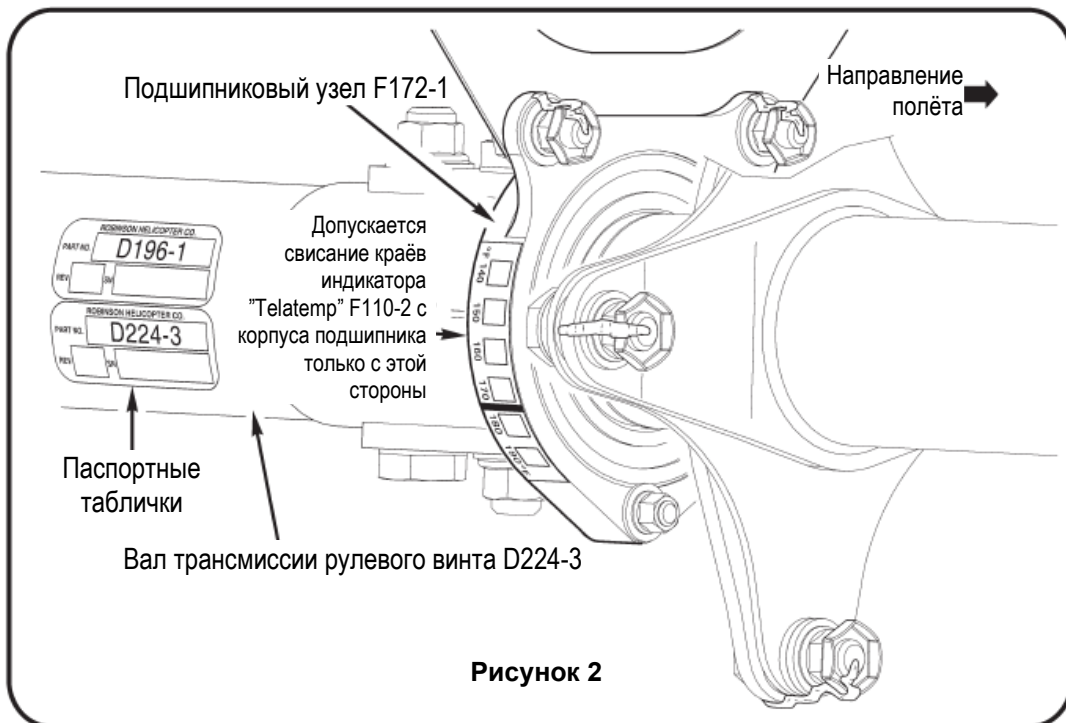

Рисунок 2
3. См. Рисунок 2. Используя не оставляющую ворса ткань, смоченную в ацетоне, очистите наружные поверхности подшипникового узла F172-1. Наклейте обрезанный индикатор "Telatemp" на подшипниковый узел F172-1 с правой стороны, как показано на рисунке. Убедитесь, что квадратики надёжно приклеились к корпусу подшипника. Допускается выход краёв температурной шкалы индикатора за заднюю кромку корпуса подшипника. Установите обтекатель хвостовой балки согласно Руководству по техническому обслуживанию вертолёта R66 (R66 Maintenance Manual – MM), § 53-23.